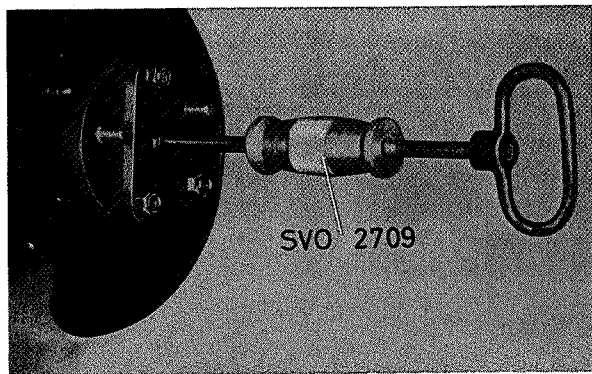

Fig. 4-80. Het verwijderen van de aandrijf-as
4. Maak de bouten van de remankerplaat en de remschoenhouders los. Deze worden losgedraaid door de gaten in de flens van de aandrijf-as. Draai de ankerplaat naar achteren, zodat de steun voor de handrem vrij komt van de flens van de achteraskoker. Trek de aandrijf-as eruit met SVO 2709, zie Fig. 4-80.
2. Maak de bouten van de remankerplaten en remschoenhouders los. Dit gebeurt door de gaten in de flens van de aandrijfvas. Trek de aandrijfassen eruit met trekker SVO 2709, zie Fig. 4-80.